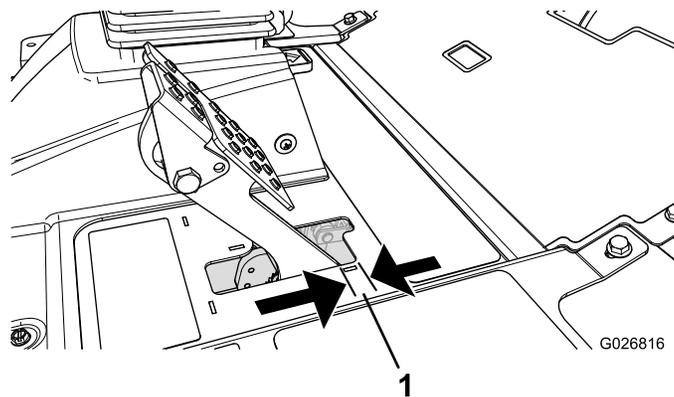

図 71
ブレーキペダルの「遊び」図 71が2.5cm以上となったり、強く踏み込まないとブレーキの効きが悪いと感じられるようになったら、調整を行ってください。遊びとは、ブレーキペダルを踏み込んでから抵抗を感じるまでのペダルの行きしろを言います。
2. 図 71後ナットを締めてケーブルを後方に移動させて、ホイールがロックする前のブレーキペダルの遊びが6.312.7mmなるように調整する。